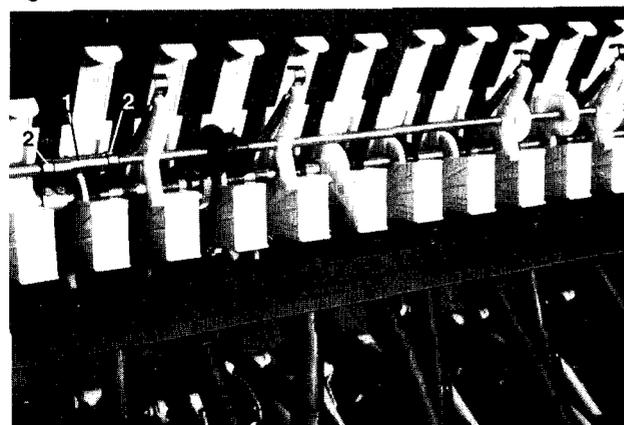

Fig. 136
- Eine Halterung (Fig. 136/1), die die Vorgelegewelle axial sichert, greift in eine Aussparung am Sägehäuse. Diese Halterung wird beim Abklappen der Vorgelegewelle aus der Aussparung herausgezogen und ist nach erfolgter Montage wieder zu befestigen. Die Halterung (Fig. 136/1) wird axial durch Stellringe (Fig. 136/2) auf der Vorgelegewelle gesichert.
Fig. 136 zeigt die Bohnensäwelle in eingebautem Zustand.